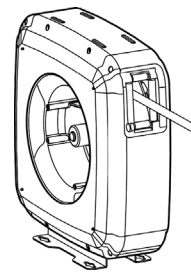

FIG 9.
5. Pull the hose hard enough to release the latch, and slowly allow the hose to retract (Fig. 9).
5. Släpp spärren genom att dra i slanggen och låt den sakta rulla upp sig på trumman (Fig. 9).